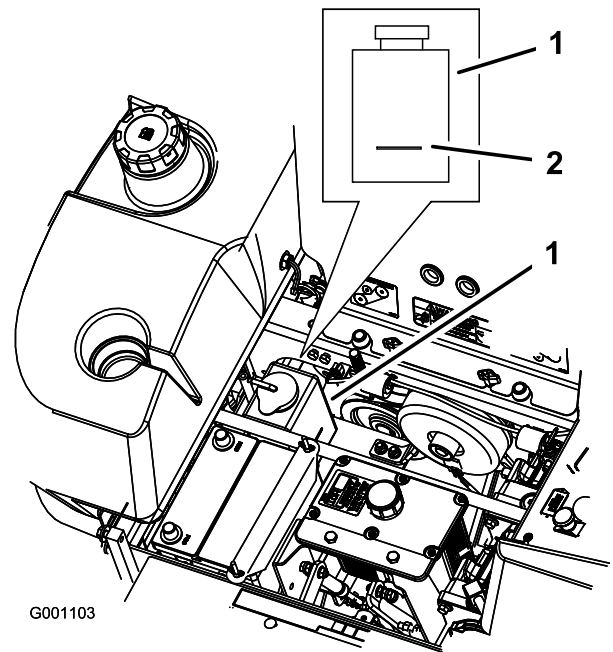

Bild 57
3. Überprüfen Sie bei abgekühltem Motor den Stand des Überlaufgefäßes. Der Flüssigkeitsstand muss mindestens das Niveau der an der Außenseite der Überlaufgefäßes angebrachten Markierung haben (Bild 57).
4. Ist der Kühlmittelstand zu niedrig, so wird ein 50/50 Gemisch aus Frostschutzmittel/Dex-Cool® und Wasser in das Überlaufgefäß gegeben (Bild 57).
5. Geben Sie das 50/50 Kühlmittelgemisch in das Überlaufgefäß bis zur am Gefäß angebrachten Markierung (Bild 57).